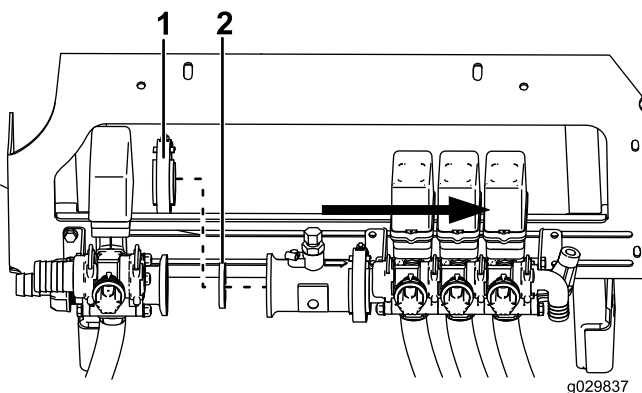

Figura 2
4. Retire o grampo e junta e, cuidadosamente, deslize o fluxímetro e conjunto da válvula de seção afastando-os da válvula de agitação (Figura 2).